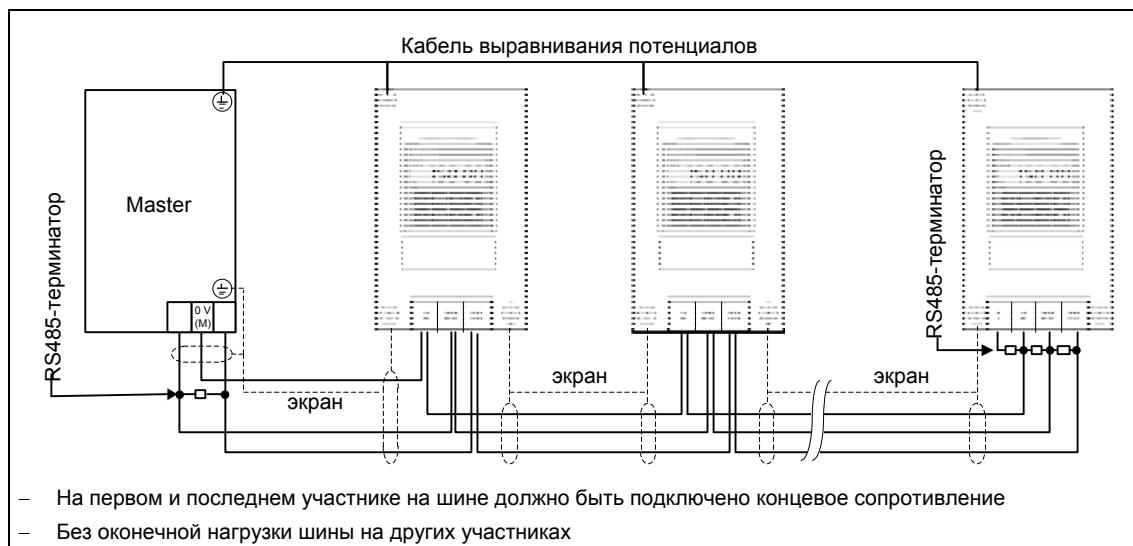
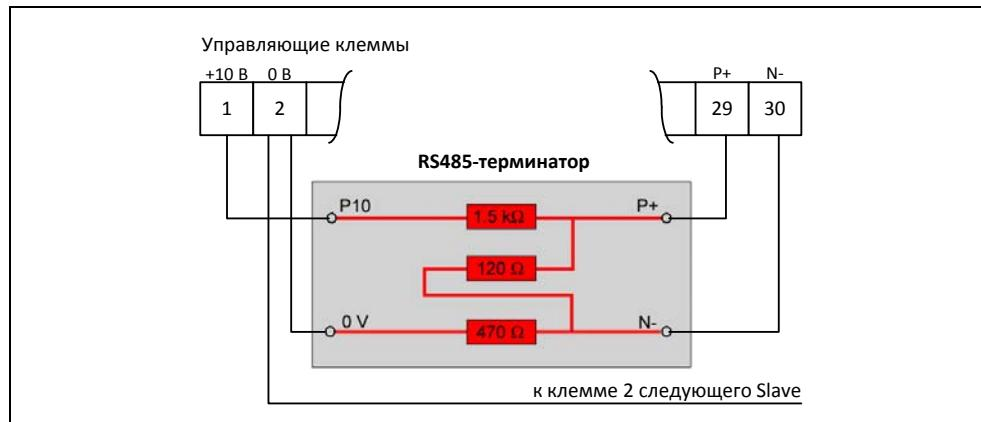

Рис. 3-40 Подключение шины USS
Рис. 3-41 Подключение терминала RS485
2. По терминатору на обоих концах шины между P+ и N- (см. рис. 3-41)
Если преобразователь является последним Slave нашине (см. рис. 3-40), то соединить там P+ и N- прилагаемого RS485-терминала с RS485-клеммами (см. рис. 3-41). P10 и 0 V для питания могут быть подключены к клеммам 1 и 2.